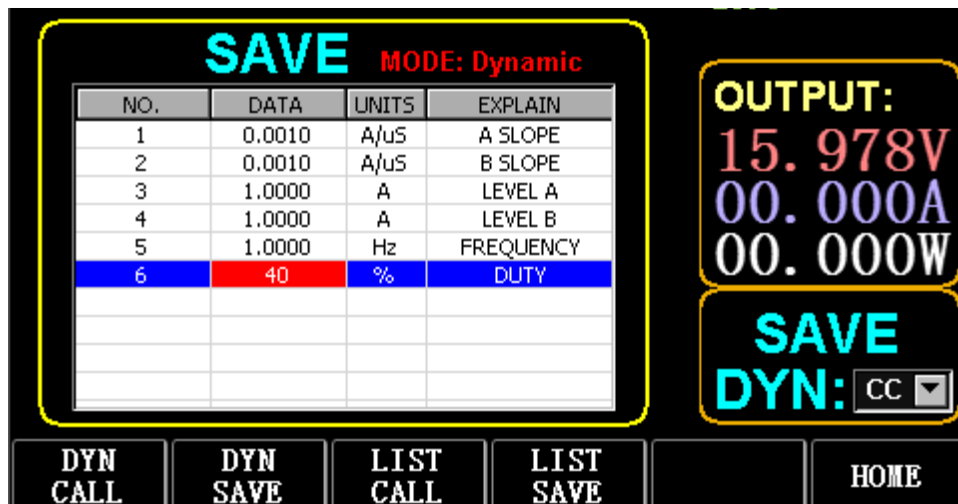

Fig. 3.1 DYN CC
Välj (FS) Dynamic för att öppna gränssnittet som visas i fig. 3.1.